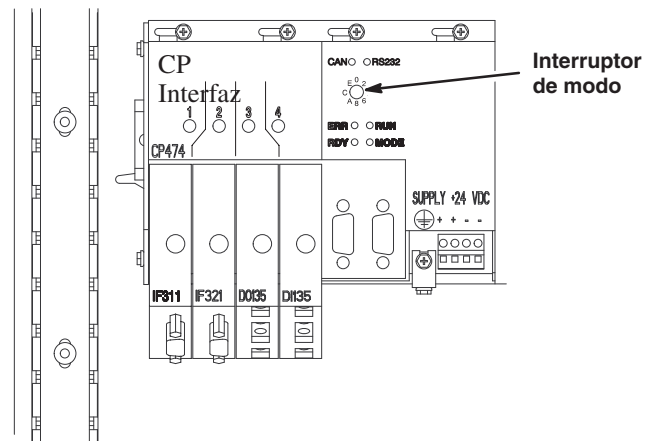

Fig. 13.31
4. Coloque el interruptor de modo del controlador en la posición A. Vea la Fig. 13.31.